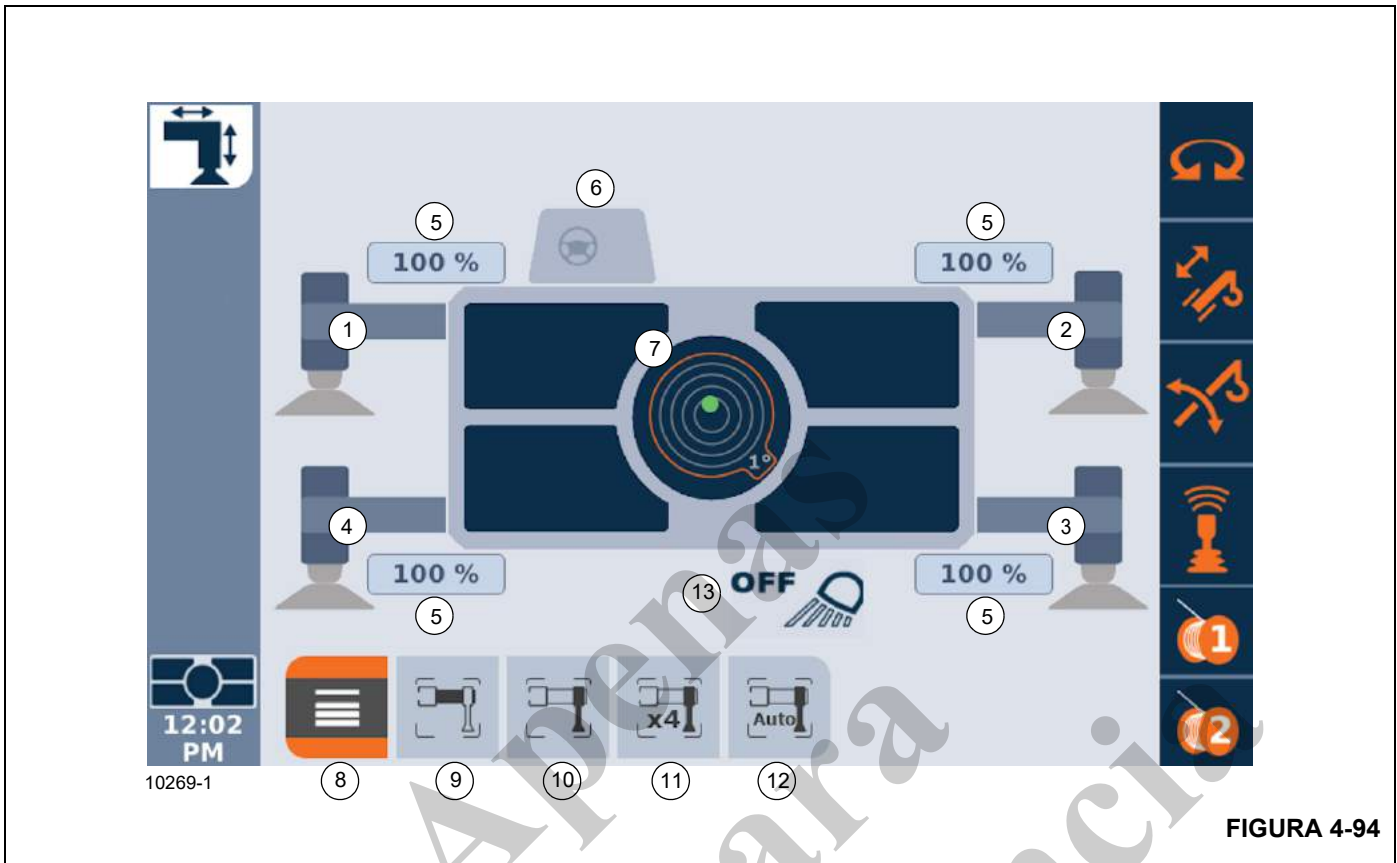

FIGURA 4-94
A tela da função Extensão e retração dos estabilizadores (Figura 4-94) permite ao operador configurar os estabilizadores e nivelar o guindaste usando um modo manual ou semiautomático. A tela da função de extensão/retração dos estabilizadores também é usada para retrain e armazenar os estabilizadores, bem como para operar as luzes de trabalho do transportador montadas na lateral.
O símbolo do volante (6, Figura 4-94) mostrado na tela da função de Extração e retração dos estabilizadores corresponde à parte dianteira do guindaste. Os termos esquerda e direita correspondem aos lados esquerdo e direito do operador ao olhar para a frente (eixo) do guindaste.
1. Usando o Botão rotativo ou os Botões de seta na Placa de controle de navegação, selecione o ícone de Luzes laterais do transportador ligadas/desligadas (13, Figura 4-94) (o fundo do ícone se tornará laranja quando selecionado).